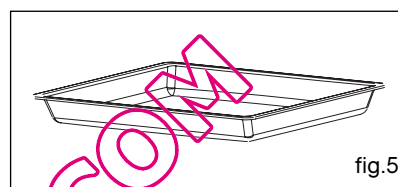

fig.5
• Plade til mange funktioner 45 mm (fig.5)